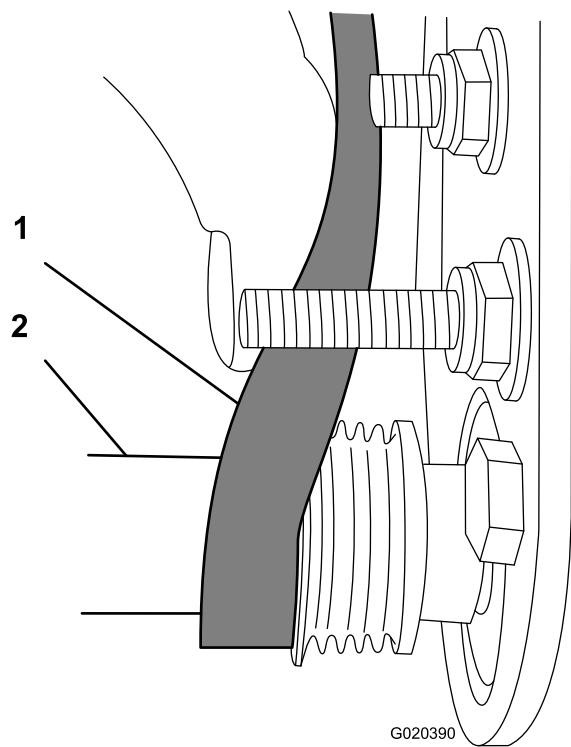

Figura 27
- Utilizzate una chiave a tubo di profondità da 9/16" per ruotare il gruppo spazzola e guidare la cinghia sulla puleggia condotta (Figura 27).